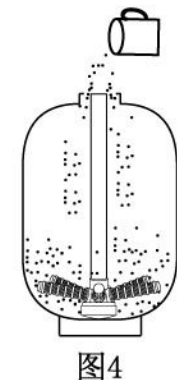

图4
4、竖起树脂罐至原位，可用漏斗等工具将树脂从中心管周围的敞口处，灌入树脂罐中，注意不要将树脂灌入中心管内，并保持中心管顶部始终在树脂罐罐口中央，树脂的高度约为罐体高度3/4左右即可（预留1/4的反冲洗空间）。（图4）